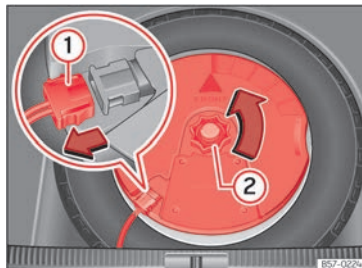

Abb. 258 Im Gepäckraum: Subwoofer ausbauen.
- Ziehen Sie das Subwoofer-Lautsprecherkabel heraus » (Abb. 258) ①.
• Drehen Sie das Befestigungshandrad entgegen dem Uhrzeigersinn heraus >>> **(Abb. 258)**
②.